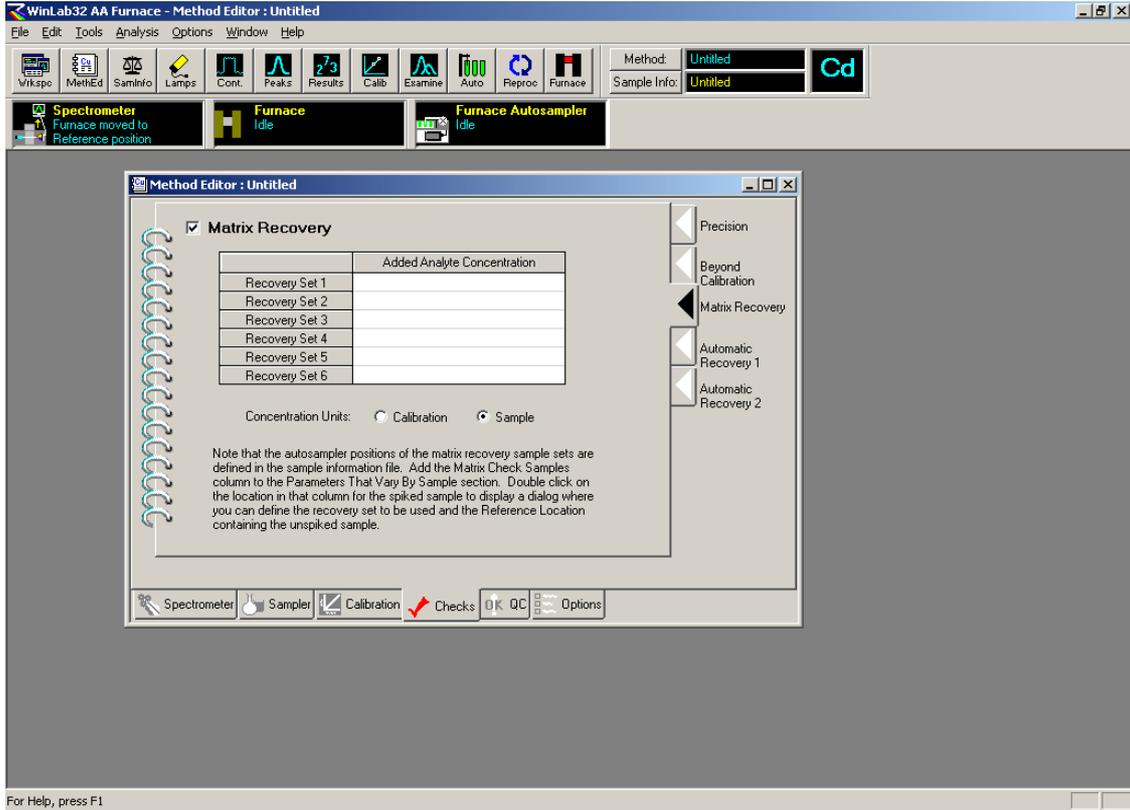

图 36. 人工回收率试验和平行样品处理试验页面
2.2.12 首先确定在超标时需要稀释的样品溶液类型, 然后确定超过标准曲线范围多少就要进行稀释, 再设定逐步减少的样品溶液进样量, 最多可设定 5 个溶液体积, 还要指定是在第一次测定发现样品溶液超标就要稀释还是须等到一个样品溶液全部测量次数完成后平均值超标后再稀释. 如果样品空白也需作同样稀释, 则选勾下面倒数第二项. 最后一项用于与加标样品溶液有关的是否同样稀释的选择. 如需进行人工加标回收率试验或进行平行样品处理试验, 则可点击“Matrix Recovery”进入到图 36 所示页面: